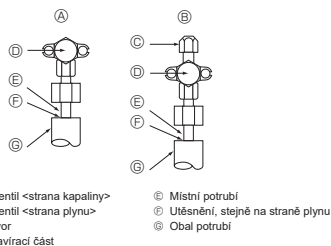

Fig. 4-4
4.4. Způsob testování vzduchotěsnosti potrubí chladicí kapaliny (Fig. 4-4)